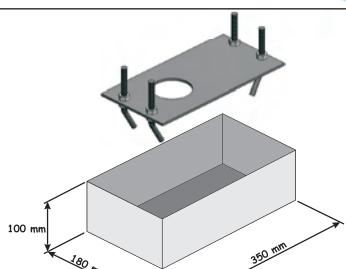

Fig. 7
3. Maak een funderingsokkel zoals in Fig. 7 en metsel de funderingsplaat in met één of meer buizen voor elektriciteitskabels. Controleer met een waterpas of de plaat perfect horizontaal is. Wacht tot het cement gehard is.